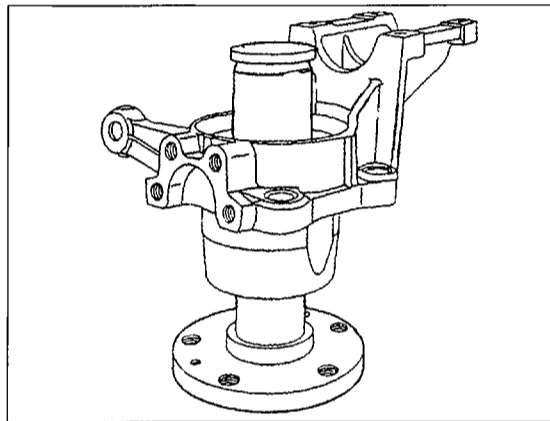

Bild 233
- Den Achsschenkel auf die mit dem Flansch aufgesetzte Radnabe aufstecken und das Lager mit dem Achsschenkel auf die Radnabe aufschlagen. Zum Aufschlagen wird ein Rohrstück benutzt, welches auf den Innenring des Lagers aufsitzt. Das Lager aufschlagen, bis es fest aufsitzt. Wie der Achsschenkel auf die Radnabe aufgepresst wird, kann man in Bild 233 sehen.
- Den inneren Lagerlaufing der Lagereinheit (6) in Bild 231 einsetzen (gut mit 50 g Lagerfett eingefettet) und mit einem Rohrstück geeigneter Größe aufschlagen. Die Radnabeneinheit verbleibt weiterhin in der in Bild 233 gezeigten Stellung. Einen neuen Dichtring einfetten und bündig in die Innenseite des Achsschenkels einschlagen.